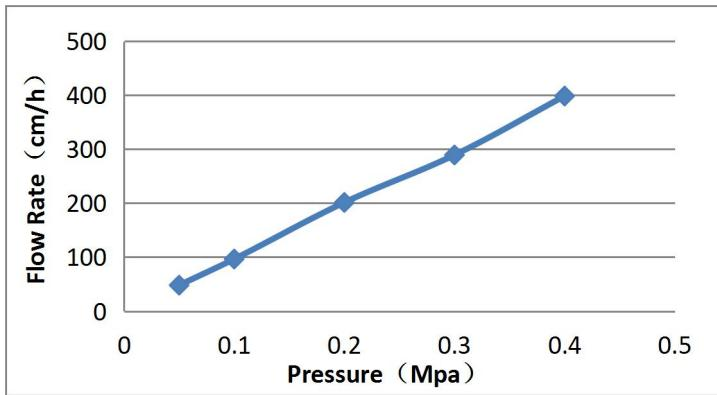

图 1. 介质压力流速曲线 (装柱直径 50 mm, 柱高 150 mm)
离子交换填料广泛用于生物制药和生物工程下游蛋白质、核酸及多肽的分离纯化。而 Smac Q 40 由高刚性小粒径琼脂糖基质和强季铵 (Q) 阴离子组成，具有高流速、高分辨率优点，可以很好的提高工业下游工艺的生产效率。压力/流速曲线见图 1。